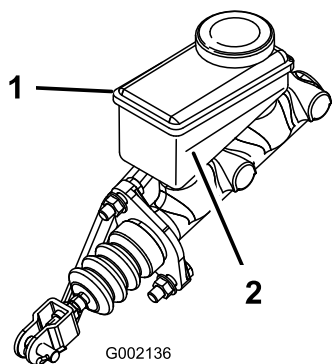

Рисунок 55
3. Проверьте уровень жидкости в боковой части бачка (Рисунок 55).
- В. Доливайте тормозную жидкость DOT 3 в бачок, пока ее уровень не будет выше отметки «Минимум» (Рисунок 55).